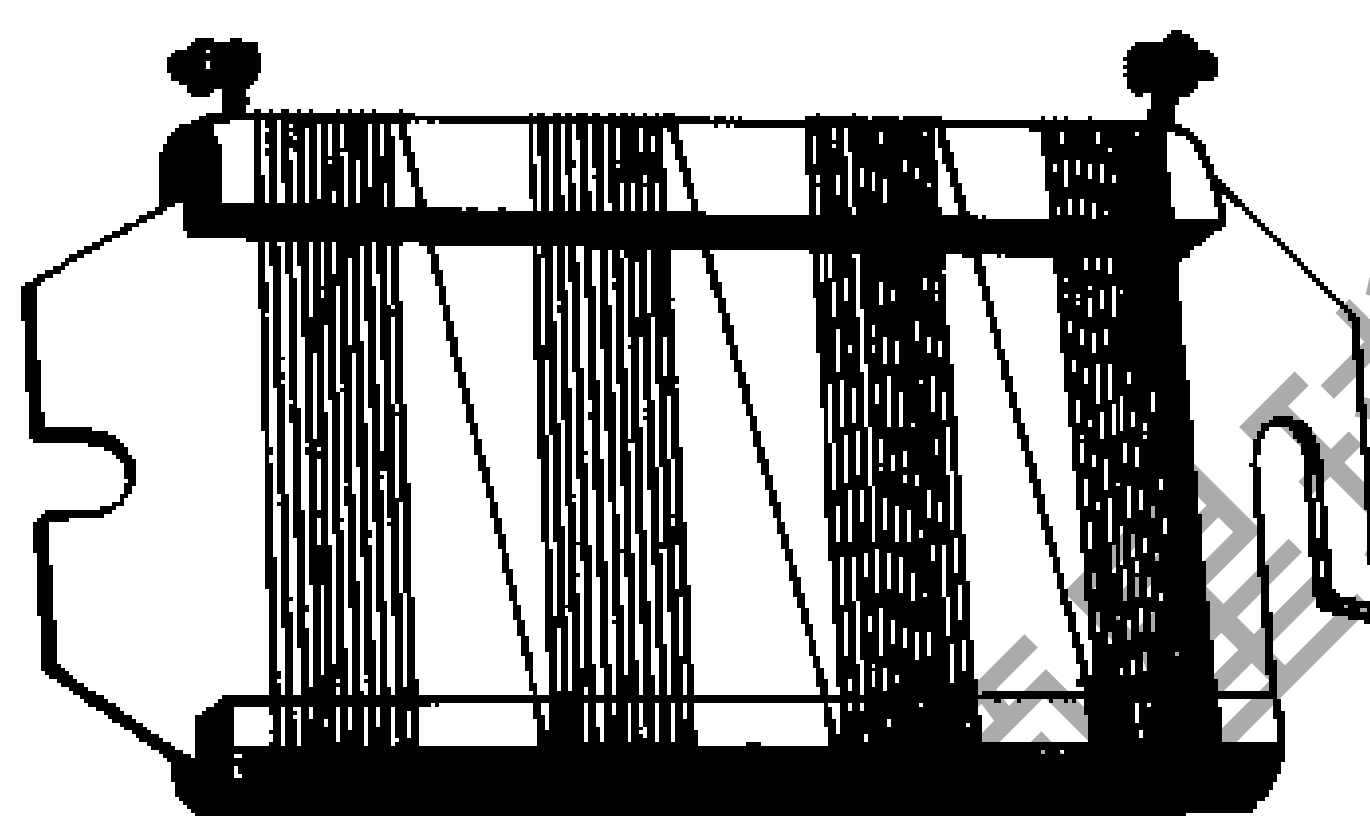

图 1—15 板形电阻
(2) 板形电阻: JZBY 型 (ZB2) 板形电阻如图 1—15 所示。它主要作为异步电动机的起动电阻, 及用在鼠笼异步电动机的反接制动线路中来限制电流, 也可供小容量电动机调速用。板形电阻允许通过的电流一般比铸铁电阻的小。